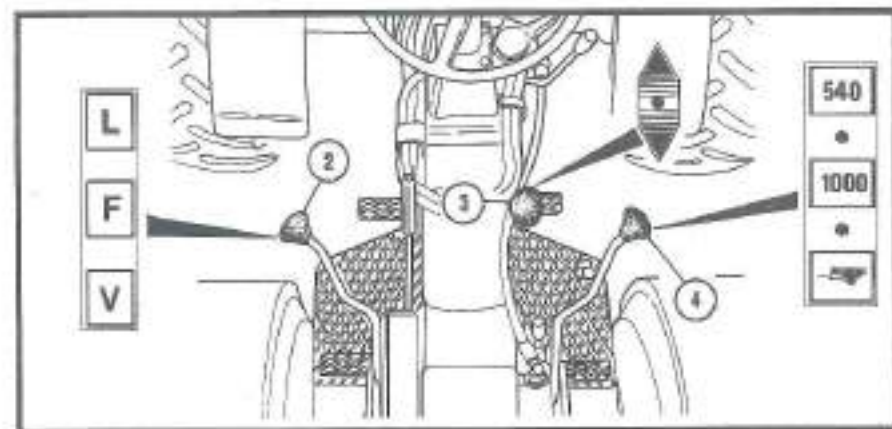
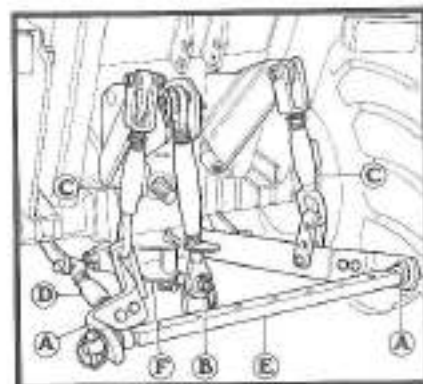

Abb. 8 Schema des Ganghebels
Abb. 9 Anbauvorrichtung für Geräte
ten Gang (langsam oder schnell, Abb. 8) entsprechende Position stellen;
- den Hebel des hydrostatischen Getriebes 3 langsam in Richtung des gewünschten Ganges (Abb. 8) bewegen und den Motor entsprechend beschleunigen.
Die Zapfwelle besteht aus einer 6-nutigen 13/8" Weile (Abb. 9) und funktioniert sowohl mit unabhängiger Geschwindigkeit (540 und 1000 U/min.), als auch mit dem Getriebe synchronisiert. Um die unabhängige Zapfwelle in Drehung zu versetzen, die Kupplung auskuppeln und den Hebel 4 auf die Position «1000» oder «540» bringen (Abb. 8).
Die synchronisierte Zapfwelle kuppelt sich bei stillstehender Maschine, durch Bewegen des Hebels auf die Position  aus (Abb. 8).
Gerät wird an den Seitenstangen «A» (Abb. 9) angebracht, mit zwei Schnappsplinten gesichert und dann mit der Strebe «B» am 3. Punkt befestigt.
Zugverbindungen «C» (Abb. 9)
Ausgleicher «D» (Abb. 9)
Zugstange «E» (Abb. 9)
Anhängerkupplung «F» (Abb. 9)